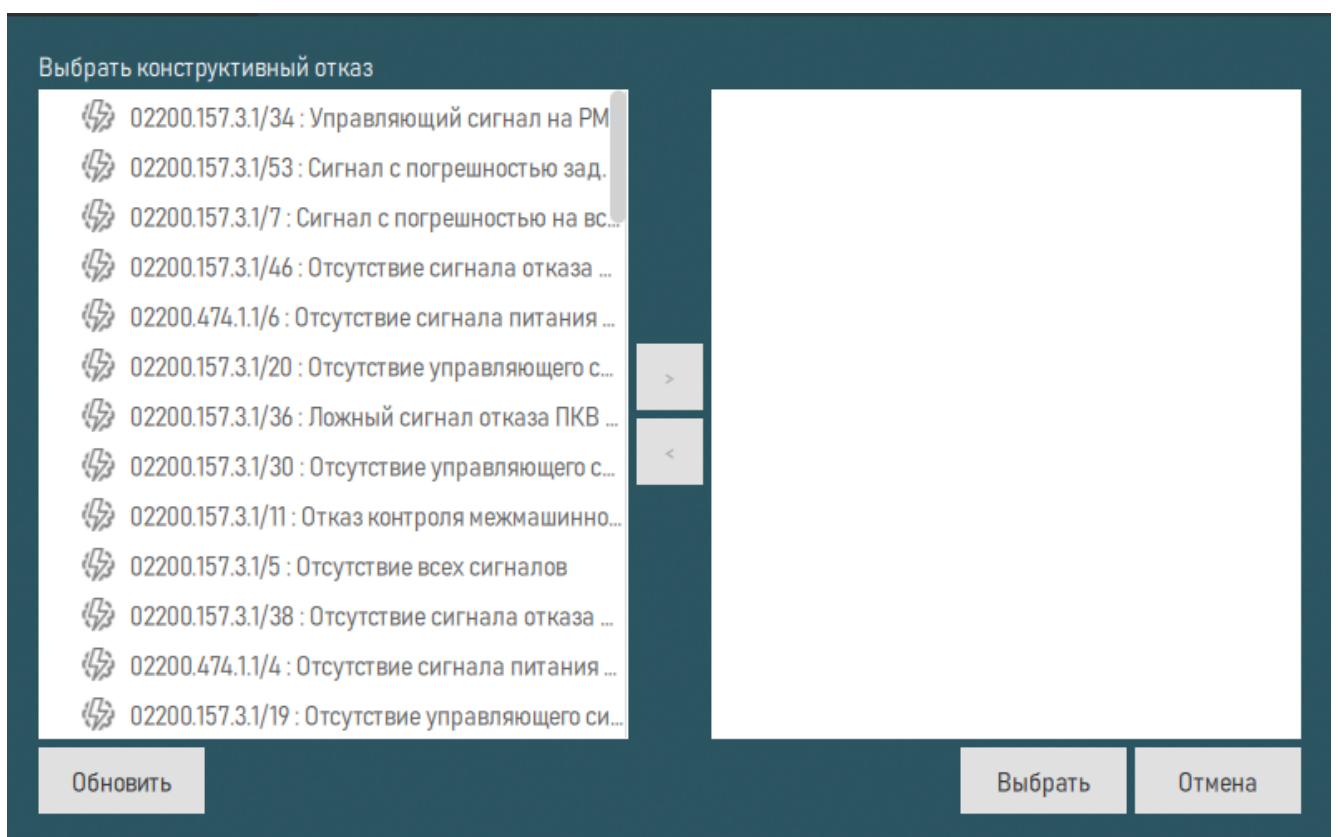

Рисунок 233 – Выбрать конструктивный отказ
20) В открывшемся окне «Выбрать конструктивный отказ» отображаются конструктивные отказы сформированные на предыдущих этапах описания изделия (рисунок 233).